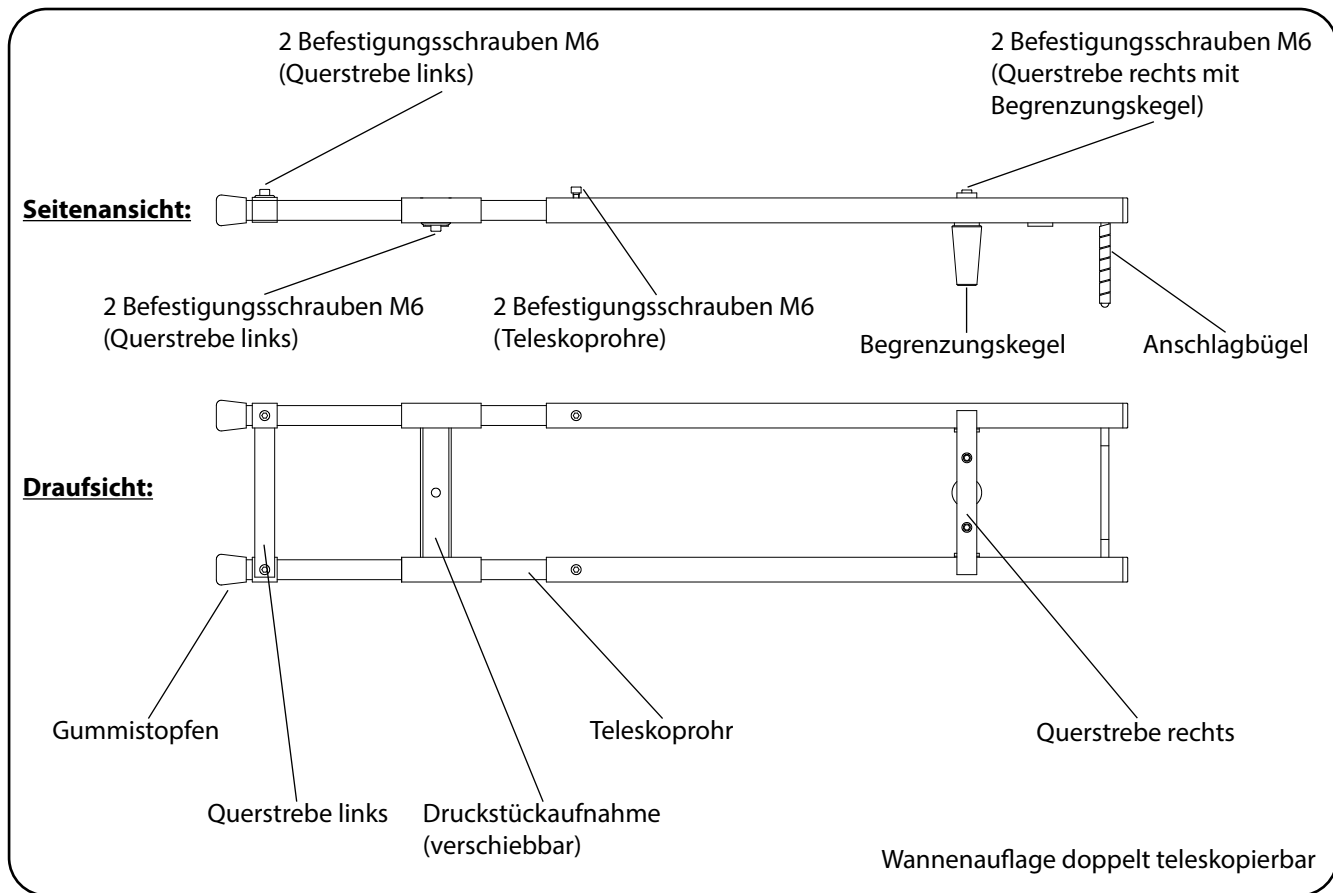

Abbildung 23
## Wannenauflage doppelt teleskopierbar (Abbildung 23)
- 8 Zylinderkopfschrauben M6 bei doppelt teleskopierbarer Wannenauflage (siehe Abbildung 23).
9. Verschieben Sie dazu die Strebe der Druckstückaufnahme auf die Höhe des Druckstücks des Abstützarms des korrekt stehenden Patientenlifters und ziehen Sie beide Befestigungsschrauben fest an (siehe Abbildung 23).